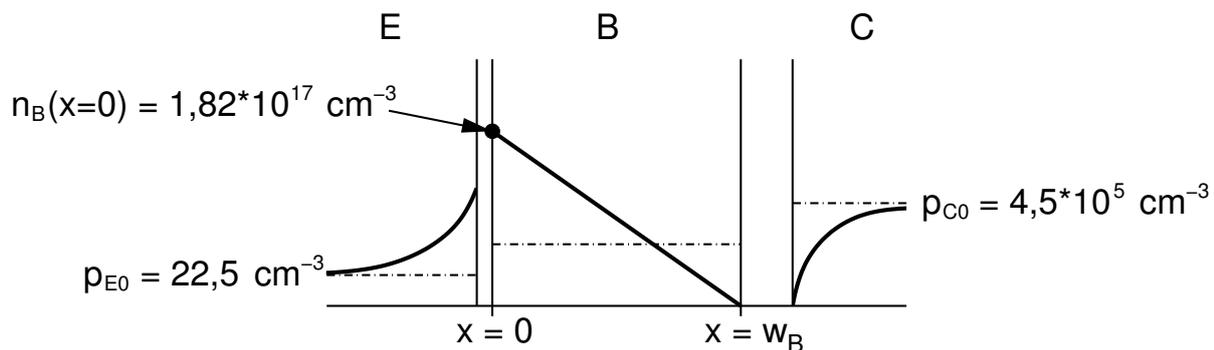
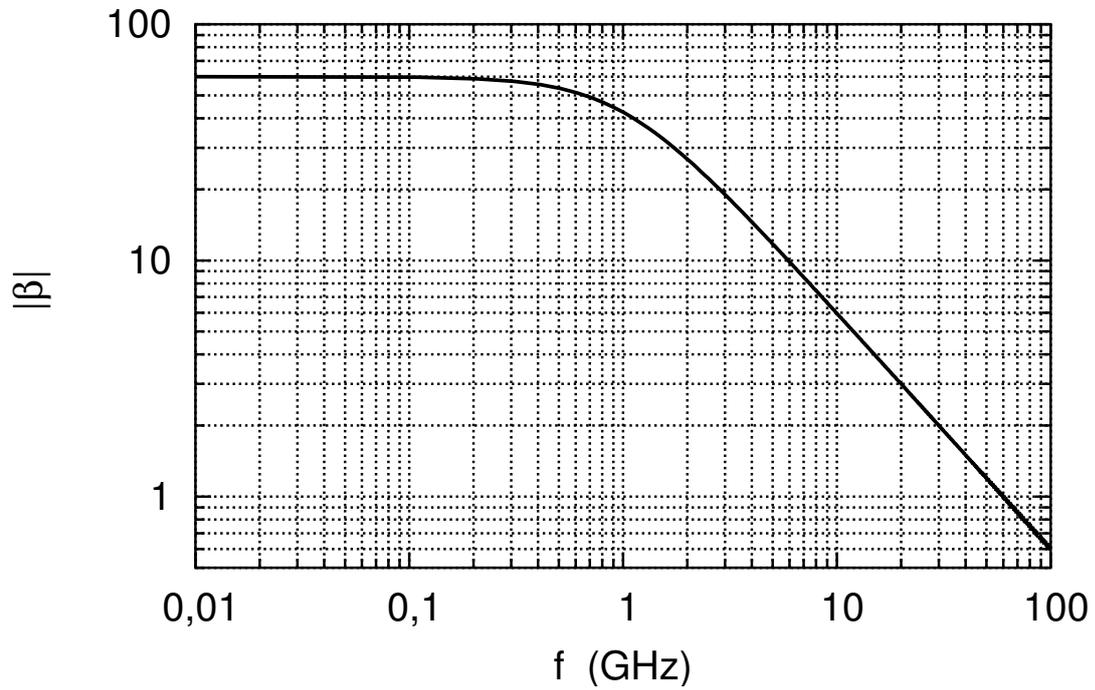
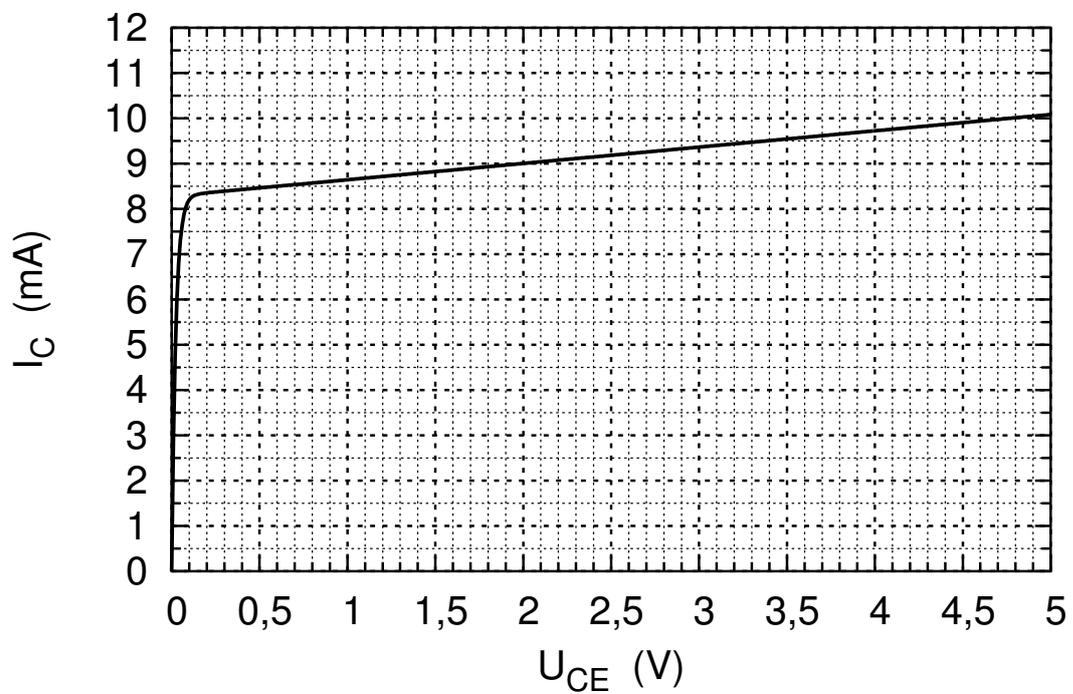

Abbildung 3.2: Minoritätsträgerverteilung im AP.
Abbildung 3.3: Kleinsignalstromverstärkung des Bipolartransistors.
Abbildung 3.4: Ausgangskennlinie des Transistors für die im AP anliegende Basis-Emitter-Spannung.
Für den Transistor sind außerdem die Minoritätsträgerverteilung (Abb. 3.2), die Kleinsignalstromverstärkung (Abb. 3.3), die Ausgangskennlinie für den eingestellten AP (Abb. 3.4) sowie folgende Parameter gegeben:
e) Berechnen Sie mit Hilfe der in Abb. 3.2 dargestellten Minoritätsträgerverteilung den Kollektorstrom I_C !
- c) Ermitteln Sie B_N aus Abb. 3.3!